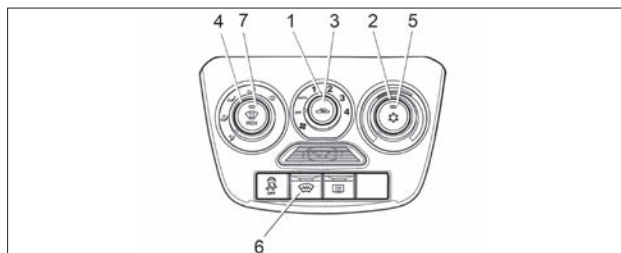

Рис. 39. Блок управления климатической системой
В варианном исполнении (см. рис. 39) климатическая установка имеет дополнительный режим кондиционирования, обеспечивающий охлаждение воздуха, подаваемого в салон автомобиля. При этом логика и алгоритмы управления, описанные выше для системы вентиляции и отопления, верны и для климатической установки с кондиционером.
2. Включите вентилятор, установив **рукоятку 1** (см. рис. 39) в одно из положений «1», «2», «3» или «4».
Для установки желаемой температуры воздуха в салоне поверните **рукоятку 2** (см. рис. 39) по часовой стрелке – для повышения, против часовой стрелки – для понижения. Температура будет поддерживаться автоматически в пределах производительности климатической установки и установленного допуска.
2. Поверните **рукоятку 2** (см. рис. 39) против часовой стрелки в левое положение до упора (синяя точка на блоке управления).
4. **Рукояткой 1** (см. рис. 39) включите максимальную скорость вентилятора климатической установки (положение «4»).
С помощью **рукоятки 2** (см. рис. 39) можно установить желаемую температуру воздуха в салоне. Климатическая система будет автоматически поддерживать установленную температуру воздуха в салоне в пределах производительности климатической установки и установленного допуска.
Для очистки ветрового и передних боковых стекол от запотевания, обмерзания или наружного обледенения в автоматическом режиме установите **рукоятку 1** управления вентилятором климатической системы в положение «**AUTO**», нажмите **кнопку 7** (см. рис. 39) с символом . Климатическая система автоматически:
Для включения/выключения ЭОВС нажмите **кнопку 6** (см. рис. 39), при включении загорается индикатор на кнопке выключателя. Контрольный световой индикатор, расположенный на кнопке выключателя, будет светиться желтым светом в течение всего времени работы системы электрообогрева. Система ЭОВС функционирует только при работающем двигателе.